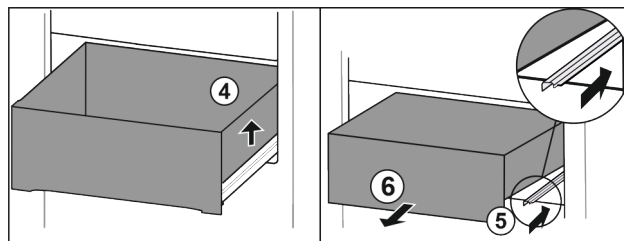

Fig. 107
- Soulever le tiroir sur la droite. Fig. 107 (4)
- Rentrer le rail de droite. Fig. 107 (5)
- Retirer le tiroir par l'avant. Fig. 107 (6)